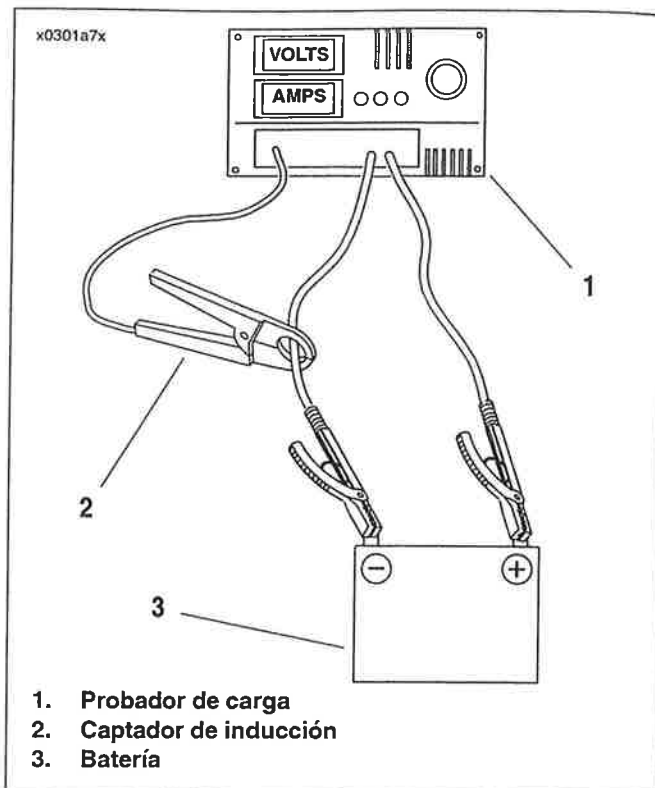

Figura 7-21. Prueba de carga de la batería
4. Vea la Figura 7-21. Enchufe los conectores de los cables del probador a los bornes de la batería y coloque el captador de inducción sobre el cable negativo (negro).